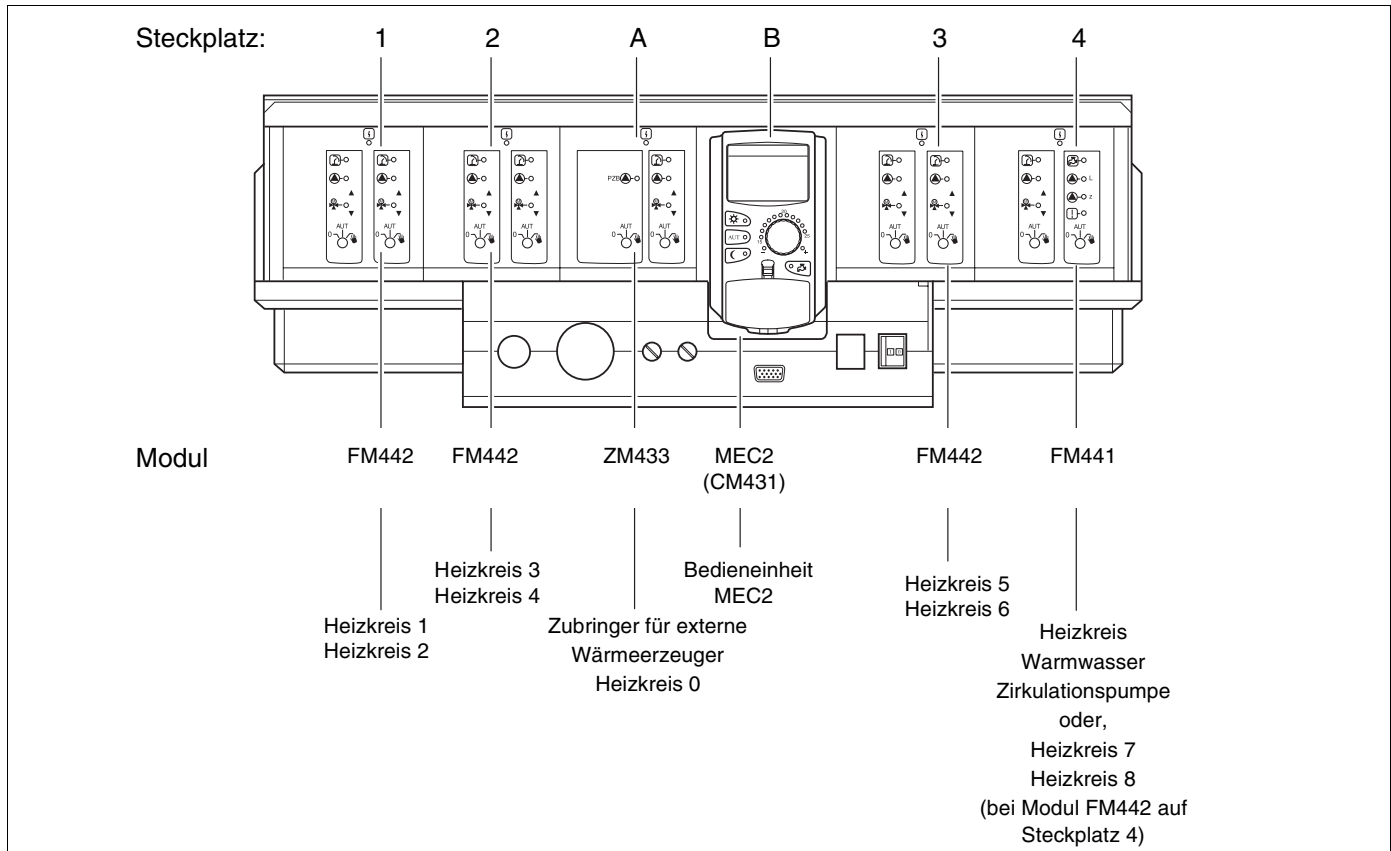

Abb. 5 Modulbestückung (mögliche Vollausstattung)
- Schalten Sie das Regelgerät ein, indem Sie den Betriebsschalter auf „I“ schalten (siehe Abb. 5 auf Seite 14).
- Schalten Sie das Regelgerät aus, indem Sie den Betriebsschalter auf „0“ schalten (siehe Abb. 5 auf Seite 14).